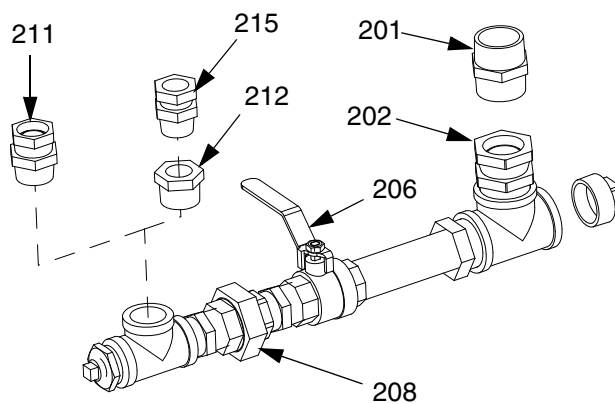

Fig. 29: Gruppo di uscita del fluido
3. Scollegare il raccordo girevole (202). Vedere la FIG. 29.
4. Se sul serbatoio sono montati una pompa di trasferimento (H) o un agitatore (J), procedere come segue.
5. Rimuovere i bulloni (107) e le rondelle (110) da sotto la staffa di montaggio (101).